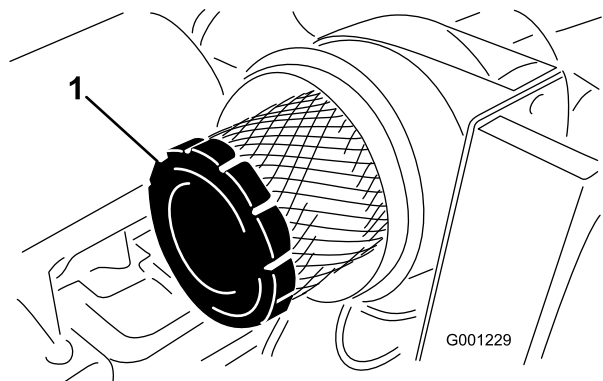

Figure 48
- Déposez et remplacez l'élément principal (Figure 48).